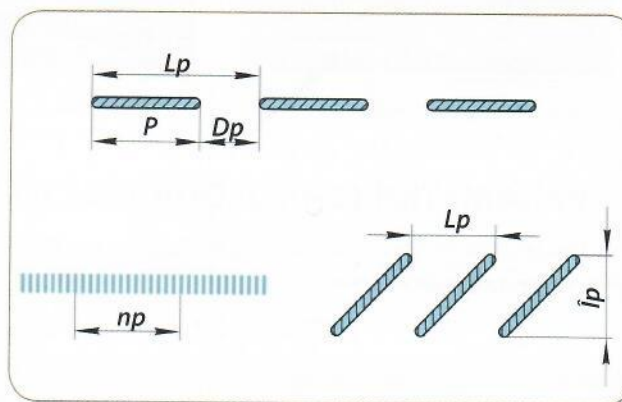

Figura 2.1. Structura cusăturii
Pas (P), care reprezintă distanța dintre două împunsături succesive ale materialului cu acul (figura 2.1).